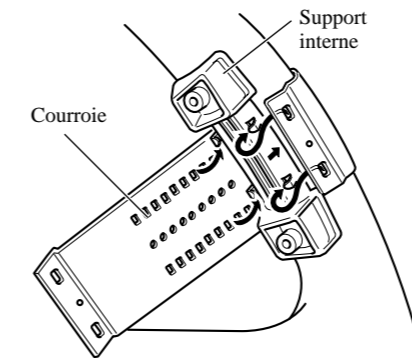

Fig. 15
**1. Fixer le support interne à la circonférence intérieure du volant de direction avec la courroie. (Fig. 15)**